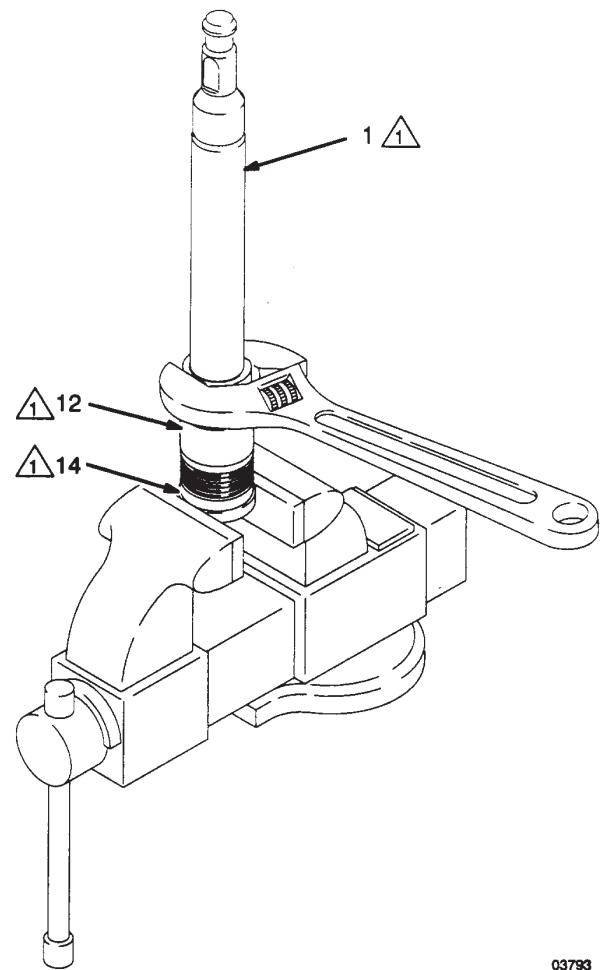

Fig. 7
7. Con una torcia ispezionare l'interno del cilindro (11) per verificare che le superfici non presentino rigature o usura. Togliere gli O-ring (10) dal cilindro.
8. Collocare le parti piatte dell'alloggiamento della sede dello stantuffo (14) in una morsa, come indicato in fig. 7. Con una chiave inglese svitare l'alloggiamento della sfera dello stantuffo (12) dall'alloggiamento della sede dello stantuffo. Attenzione a prendere al volo la sfera (13) quando si scollega l'alloggiamento della sede dello stantuffo dall'alloggiamento della sfera, per evitare che cada, danneggiandosi.
3. Collocare le parti piatte dell'alloggiamento della sede dello stantuffo (14) in una morsa. Collocare la sfera (13\*) sulla sede dello stantuffo (E). Avvitare l'alloggiamento della sfera dello stantuffo (12) sull'alloggiamento della sede dello stantuffo stringendo a mano, quindi serrare a 386–407 N.m. Cfr. fig. 7.